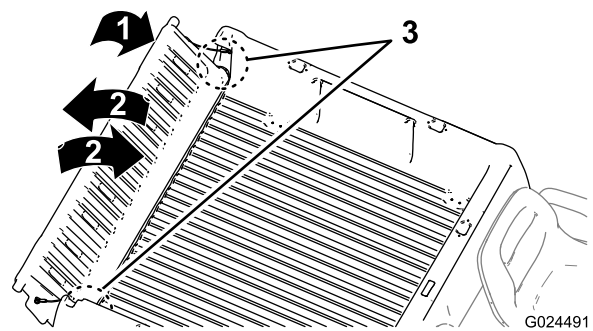

Figura 19
2. Rode a porta traseira para a posição de aproximadamente 45° (Figura 19).
3. Com um movimento breve e oscilante, rode a porta traseira para trás e para a frente várias vezes (Figura 19).